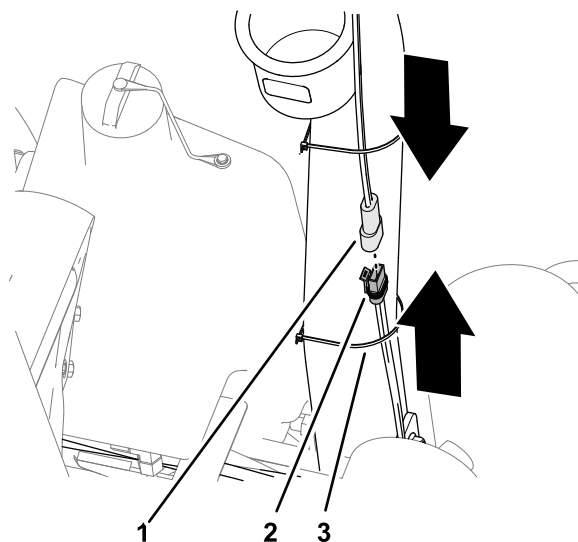

Рисунок 19
2. Прикрепите жгут проводов питания к трубе защитной дуги с помощью кабельной стяжки (Рисунок 19).
1. Подсоедините 2-гнездовой разъем жгута проводов питания к 2-штыревому разъему жгута проводов солнцезащитного навеса (Рисунок 19).